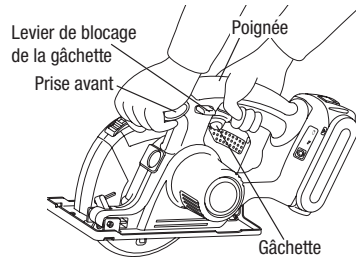

Fig. 5
1. Tenir l'outil des deux mains (Fig. 5). Ne pas tenter d'enlever du matériau coupé alors que la lame est en mouvement.
- Toujours tenir la poignée d'une main et la prise avant de l'autre (Fig. 5). Tenir fermement l'outil et enfoncer complètement la gâchette.